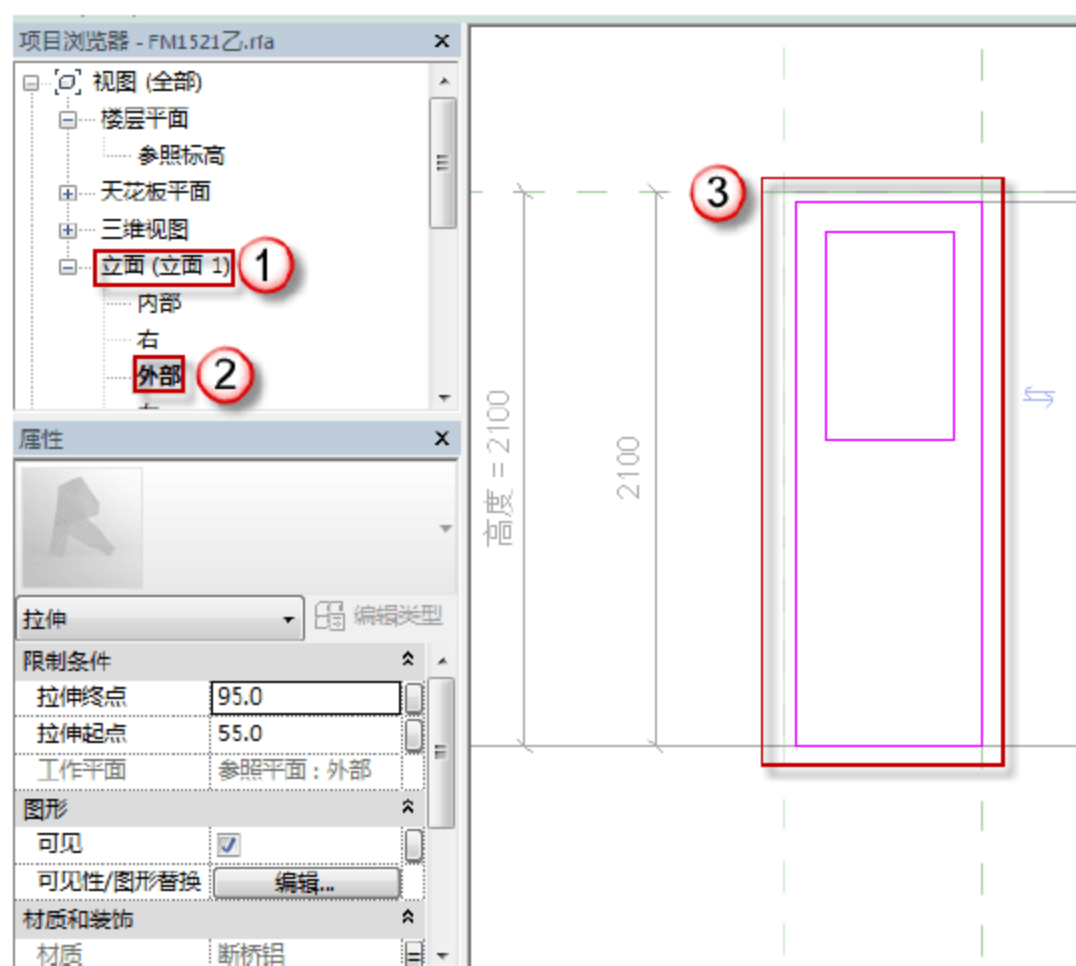
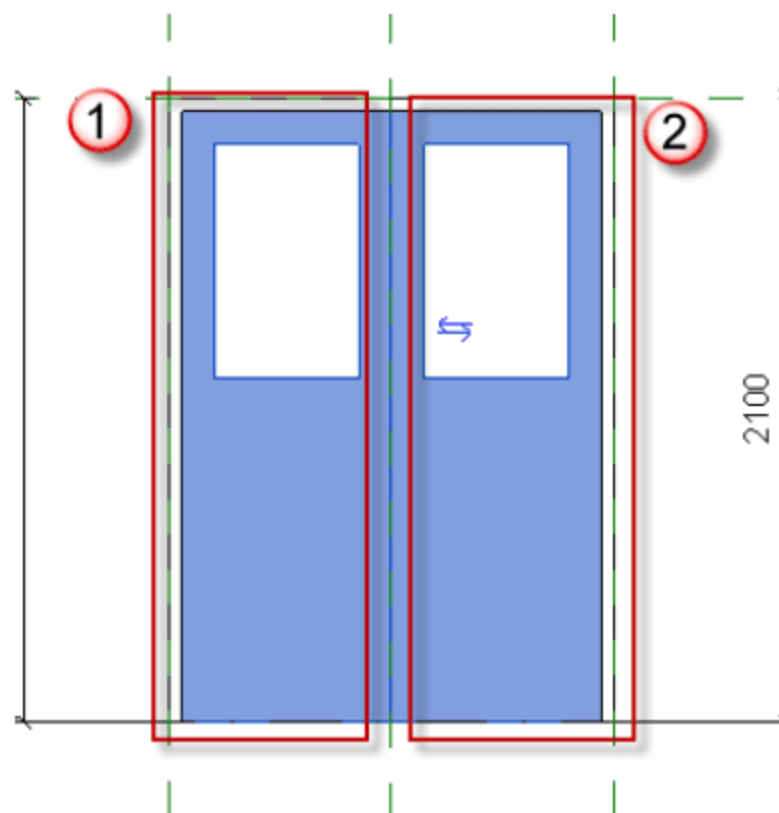

图 6.2.53 绘制 FM1521 乙的门板
图 6.2.54 门板绘制完成图
(14) 绘制 FM1521 乙门板。选择“项目浏览器”中的“立面（立面 1）”→“外部”选项，可以进入 FM1521 乙的外部立面视图。选择“创建”→“拉伸”命令，进入“修改 | 编辑拉伸”界面，用菜单中的绘制工具完成门板绘制，如图 6.2.53 所示。绘制完成后，单击√按钮。然后重复选择“创建”→“拉伸”命令，将右边门板用“拉伸”工具绘制出来，单击√按钮完成绘制，如图 6.2.54 所示。